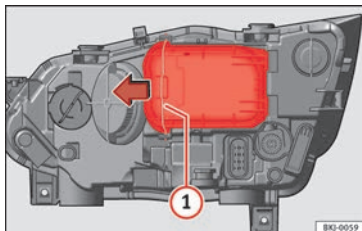

Fig. 110 Nel vano motore: estrarre il coperchio.
- Far scorrere il tirante » **fig. 110** ① nel senso della freccia e sfilare la chiusura.